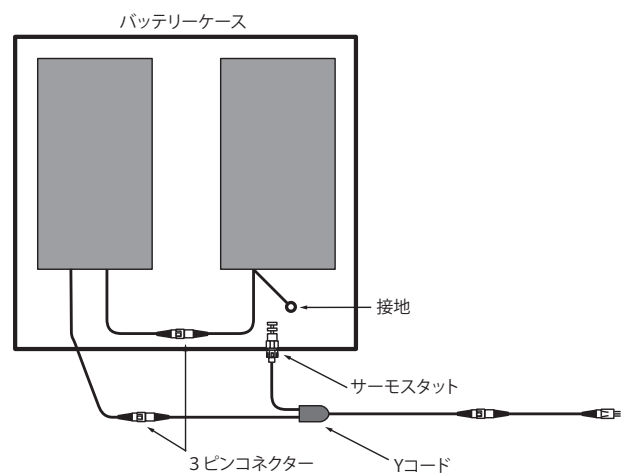

図3 バッテリーケースに接続された複数のバッテリーパッド。Yコードでサーモスタットが追加できます。
- ▶ バッテリーパッドを複数台設置する場合、3ピンコネクターでパッドを接続してください。パッドが確実に接続されておりラッチが嵌合していることを確認してください。接地線を接続してください。図3参照。